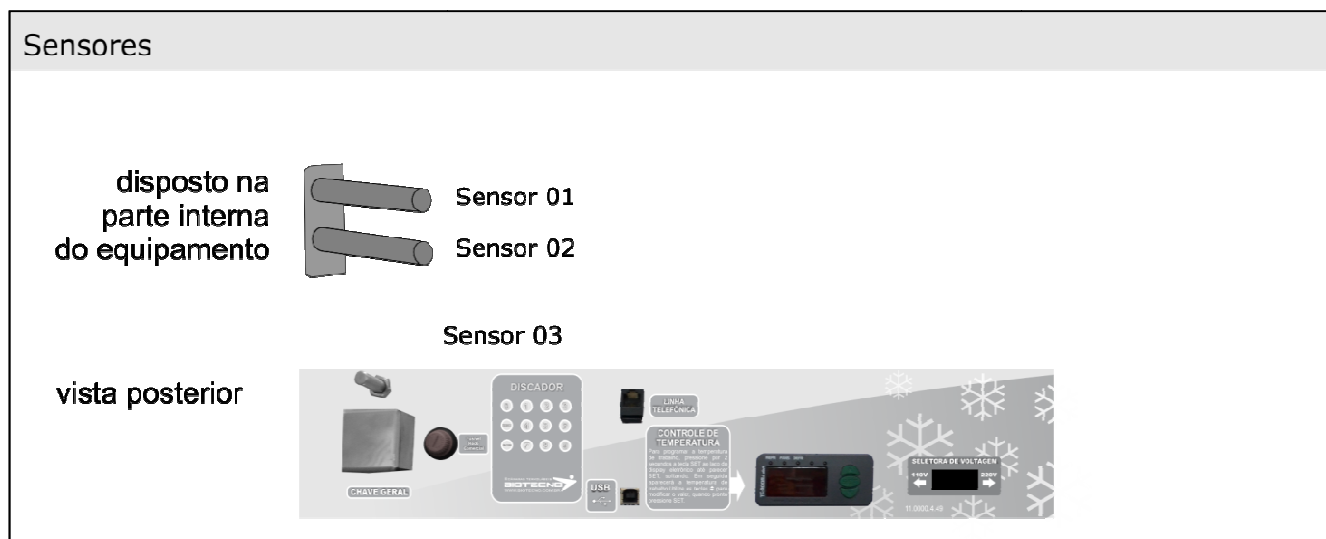

Figura 07
O sensor nº01 (Figura 07) está instalado dentro de uma cápsula de aço inox, imerso em pasta térmica, ainda possuindo um filtro digital (para aumentar ou diminuir a sensibilidade do sensor) cumprindo com a ação de **inércia térmica**. Esta temperatura é apresentada no display (Figura 04 - item 01) frontal da câmara. É através deste sensor é que o controlador envia sinais para o sistema de alarmes e discadora.
O sensor nº01 (Figura 07) também tem a função de atuar como sistema de segurança, com atuação independente e que é acionado somente se houver uma falha no comando eletrônico da câmara.
O controle da temperatura interna da câmara, ou seja a função de ligar e desligar o compressor de frio, é realizado pelo sensor nº02 (Figura 07), justamente para que se houver uma abertura de porta o mesmo seja acionado o mais rápido possível e se minimize a diferença de temperatura entre o material armazenado e o ambiente interno.
O sensor nº03 (Figura 07) está localizado no painel posterior do equipamento, cuja função é aferir a temperatura externa. A temperatura externa é mostrada no display do equipamento (Figura 04 - item 02).